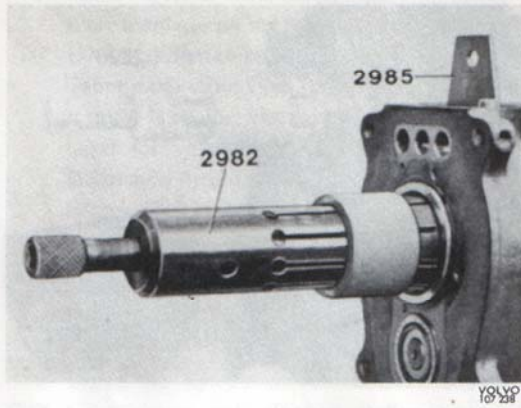

Bild 14. Demontering av lager för ingående axel
7. Ta bort låsringen och dra av lagret för ingående axeln med avdragare 2982, se bild 14. Ta bort mothållet 2985.